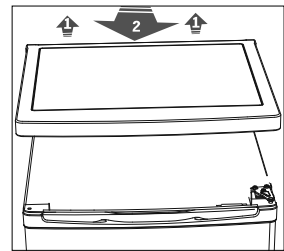

Abb. 3
- ▶ Stellen Sie sich vor das Gerät und fassen mit beiden Händen direkt hinter der Tür seitlich an die Geräteabdeckung (8) und ziehen Sie die Abdeckung im vorderen Bereich leicht auseinander bis sie ausrastet (Abb. 3).